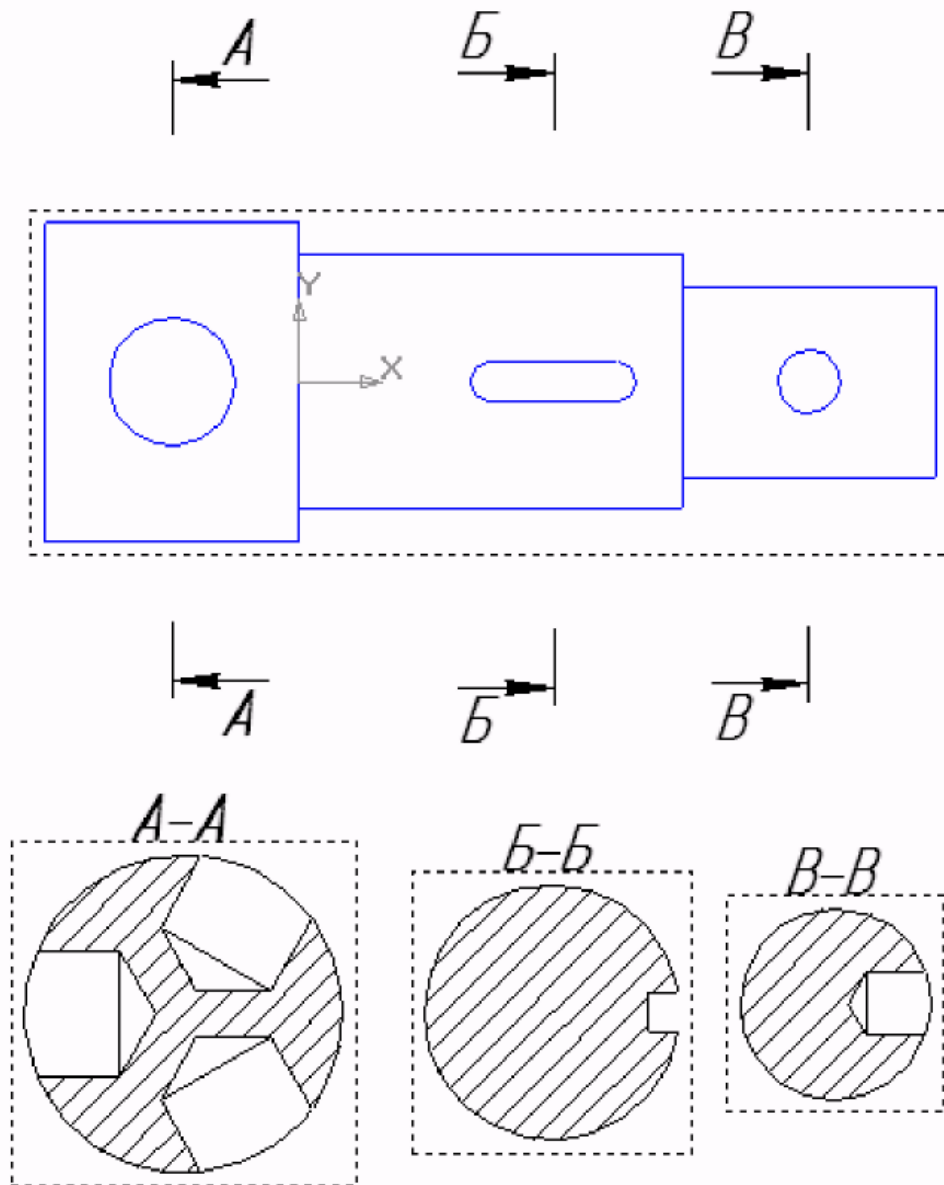

Рис. 6.21
10. Створюємо нове креслення. Використовуючи команду Головного меню Вставка - Вид з моделі -  Довільний, створюємо вид Попереду. Призначаємо положення січних площин, використовуючи команду  Лінія розрізу, розташовану на панелі інструментів  Позначення компактної панелі інструментів (рис. 6.21).
11. Для побудови перетинів використаємо команду  Розріз/Перетин. На рис. 6.21 показане креслення моделі з перетинами, виконаними системою КОМПАС.